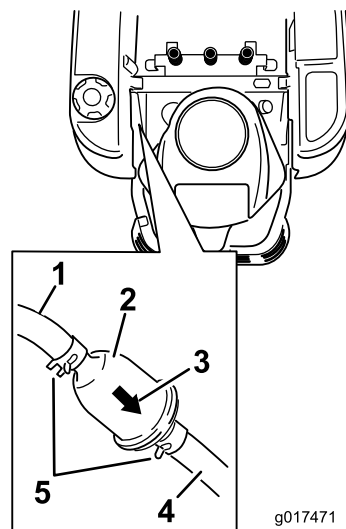

Bild 45
3. Ermitteln Sie den Kraftstofffilter an der Seite des Motors, wie in Bild 45 dargestellt.
4. Drücken Sie die Enden der Schlauchklemmen zusammen und schieben Sie sie vom Filter weg (Bild 45).
6. Setzen Sie einen neuen Filter ein. Der Pfeil für die Flussrichtung muss vom Kraftstofftank zum Motor zeigen. Schieben Sie die Schlauchklemmen eng an den Filter (Bild 45), um ihn zu befestigen.